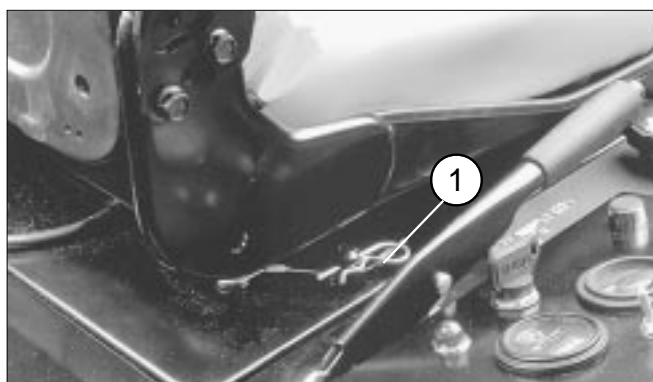

図 16
1. シート ロック棒のリテーナ クリップを外します(図 16)。